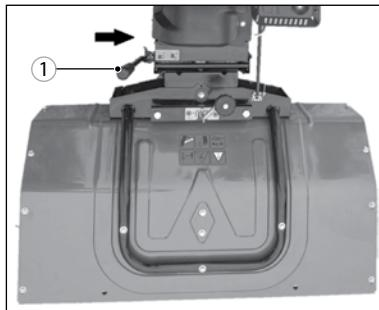

Рис. 7
3. Переведите рукоятку 1 в положение (ближнее к корпусу) (рис. 7).